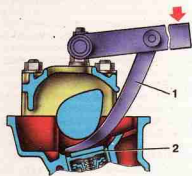
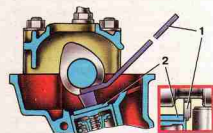

Рис. 2.47. Утапливание толкателей клапанов при замене регулировочной шайбы: 1 – приспособление 67.7800.9503; 2 – толкатель
Рис. 2.48. Фиксирование толкателей клапанов при замене регулировочной шайбы: 1 – фиксатор 67.7800.9504; 2 – регулировочная шайба
- если зазор отличается от нормы, то приспособлением 67.7800.9503 (рис. 2.47) утопите толкатель и зафиксируйте его в нижнем положении, установив между краем толкателя и распределительным валом фиксатор 67.7800.9504 (рис. 2.48);